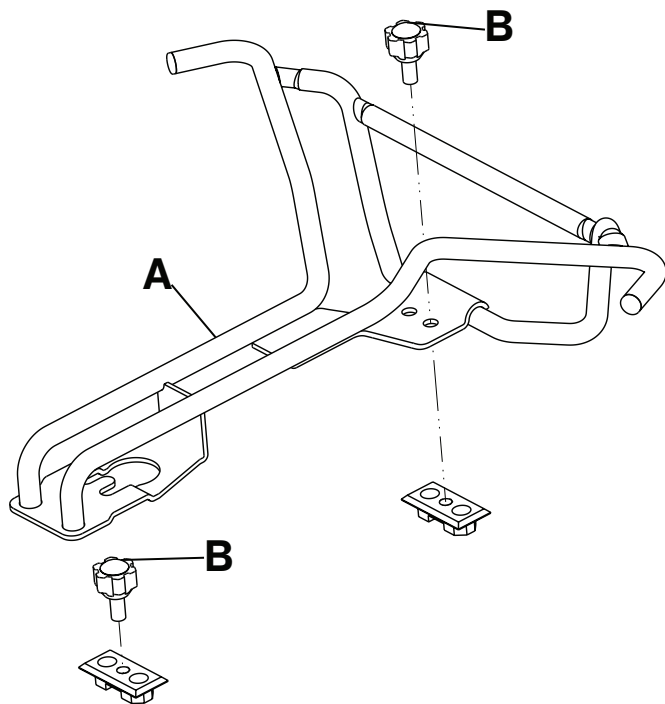

Figura 20 – Colocación y sujeción del cuerno sobre las placas de suelo
7. Coloque el cuerno sobre las placas de suelo y sujételo (A) con las perillas rojas (B) (Figura 20).